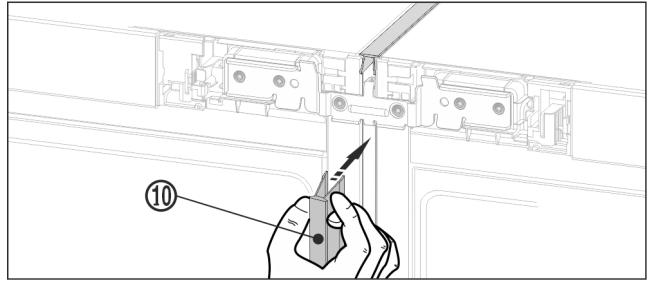

Fig. 22 \*
- Nyomja az első oldalon a hosszú fedőlécet Fig. 22 (10) a függőleges nyílásba. Ügyeljen arra, hogy a lécc az összekötő lemezen álljon.\*